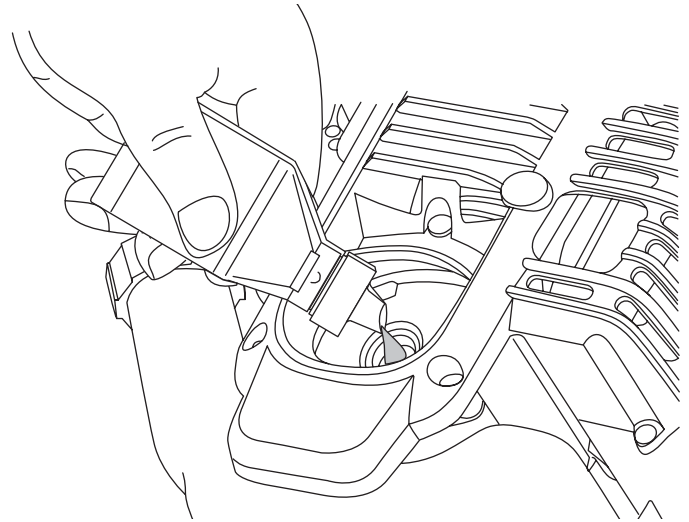

Fig. 6
4. Versez tout le contenu de la bouteille d'huile dans le carter-moteur (Fig. 6).